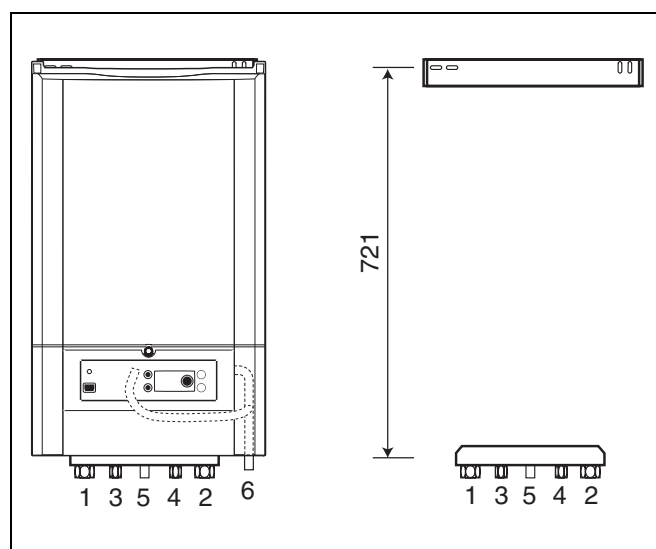

Рис. 5 Монтажная соединительная плита и соединительные контакты
- Смонтировать соединения (1 и 2: G $\frac{3}{4}$ ", 3 и 4: G $\frac{1}{2}$ " и 5 (газ): G1" наружный размер) ана приборе (рис. 5).
- Подключить прибор к нижней части монтажной соединительной плиты (рис. 5).
Контакты подключения циркуляционных и рециркуляционных трубопроводов отопительной установки находятся в нижней части прибора (рис. 5). Размеры контактов подключения указаны в главе 4. Рекомендуем смонтировать краны для технического обслуживания под прибором в системе циркуляции и рециркуляции.
Нагревательный прибор в серийном исполнении оснащен вмонтированным трехходовым клапаном. Опциональный двигатель трехходового клапана. Нагревательный прибор можно подключить к косвенно нагреваемому отопительному накопителю (рис. 5, **поз. 3 и 4**). Если на отопительном котле не подключен отопительный накопитель, необходимо смонтировать на контакте VK и RS (рис. 5, **поз. 3 и 4**) короткозамкнутую линию (опционально).
Нагревательный прибор со сточным трубопроводом Ø30 мм оборудован со стороны отопительного контура смонтированным предохранительным клапаном (рис. 5, поз. 6). Сточный водопровод предохранительного клапана находится справа в нижней части прибора. Сточный водопровод предохранительного клапана имеет диаметр Ø30 мм или больше и его следует подключить с уклоном к водосточной сети.